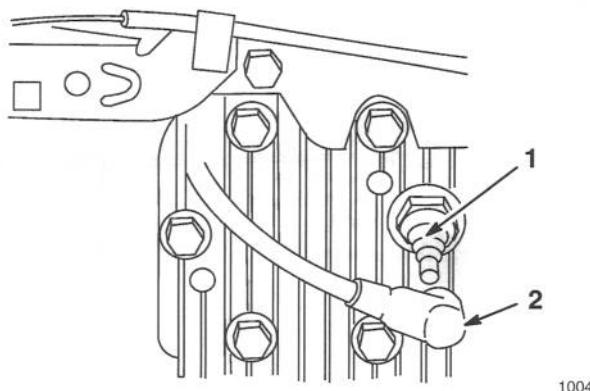

Figure 19
1. Arrêter le moteur et débrancher le fil de bougie (Fig. 19).